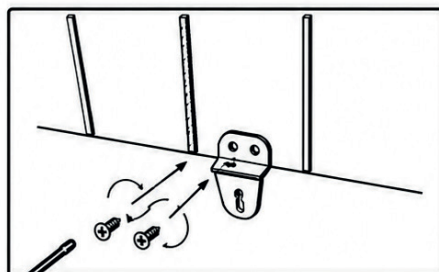

Fig8
4. Vissez les deux supports de fixation (A) (ou un seul support, selon le modèle) à l'arrière du chauffage à l'aide des quatre vis (E) (ou deux vis, selon le modèle). Figures 8.
Remarque : Les deux supports (A) sont vissés dans les trous situés dans la partie arrière inférieure du chauffage, aux deux extrémités. (Figure 8).